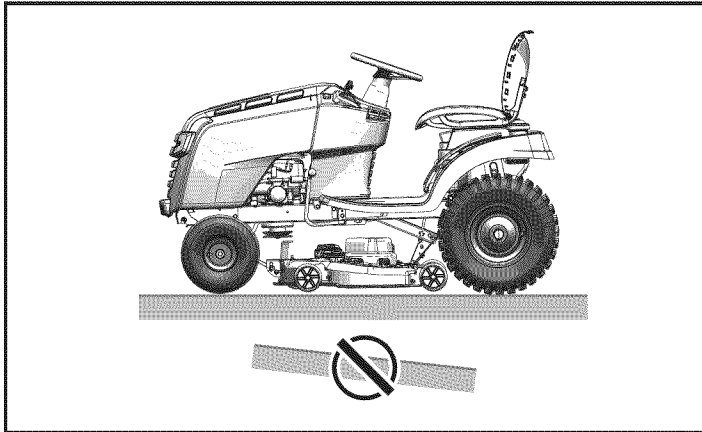

Figura 5
1. Coloque el tractor sobre una superficie lisa (véase Figura 5).